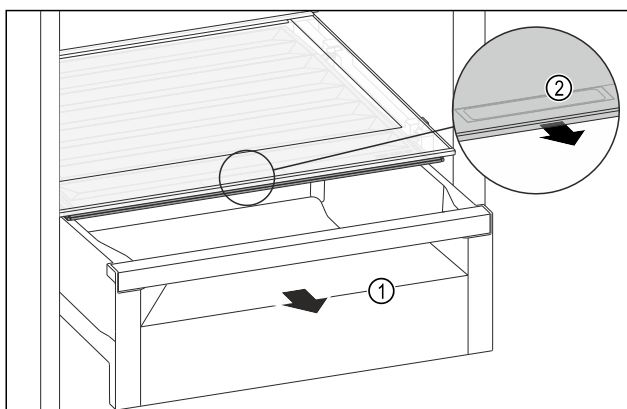

Fig. 174
- Izvucite ladicu Fig. 174 (1).
- Primite ručku Fig. 174 (2) na poklopcu pretinca i istodobno povucite poklopac pretinca prema naprijed.